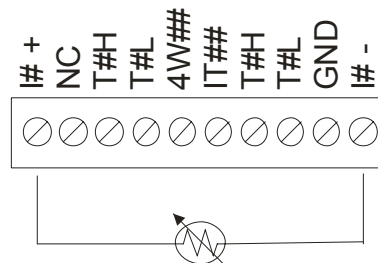

Abb. 4. Messanordnung mit zwei Drähten und einem RTD- oder Thermistor-Sensor
In Abbildung 4 finden Sie eine Messanordnung mit zwei Drähten und einem Sensor.
Wenn die digitalen Anschlüsse als Eingang konfiguriert sind, kann der Zustand eines TTL-kompatiblen Geräts über die digitalen E/A-Anschlüsse des RedLab TEMP-AI überwacht werden. In Abbildung 4 finden Sie eine schematische Darstellung. Wenn Sie den Schalter auf den +5V-Eingang legen, liest DIO0 WAHR (1). Wird der Schalter auf GND gestellt, liest DIO0 FALSCH (0).